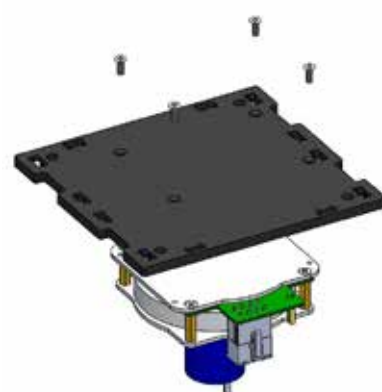

Рисунок 70. Крепление блока-маятника к верхней крышке
10) К верхнему основанию (обозначено УДМ 3D↑) прикрепить блок маятника с помощью винтов M3x8 с потайной головкой. Подключить блок маятника к оставшейся плате маятника (рисунок 70):